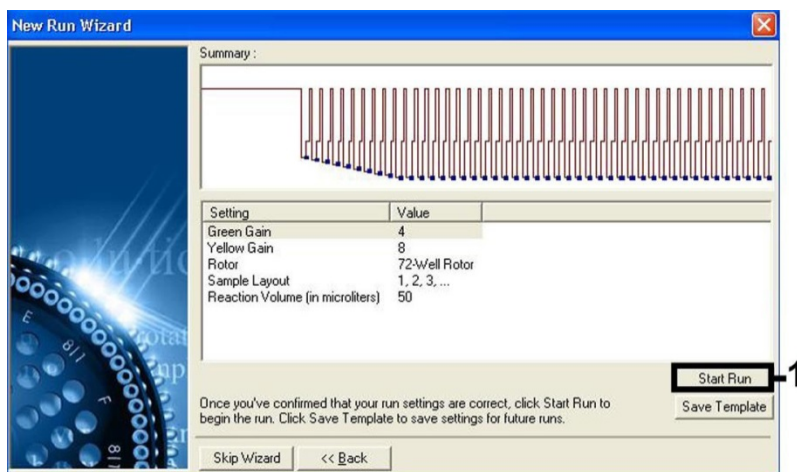

図 7.実行を開始します。
8. チャネル校正（または手動での割当）により決定したゲイン値は自動的に保存され、プログラミング手順の最後のメニューウィンドウに掲載されます（図7）。[Start Run（実行開始）.] をクリックします。